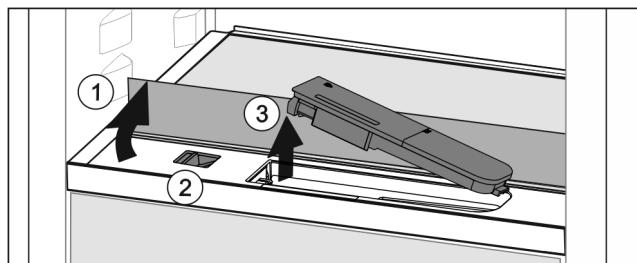

Fig. 164
- Stekleno ploščo dvignite in jo sklopite nazaj do omejevalnika Fig. 164 (1).
- Drsnik Fig. 164 (2) potisnite v levo.
- Odstranite rezervoar za vodo Fig. 164 (3).